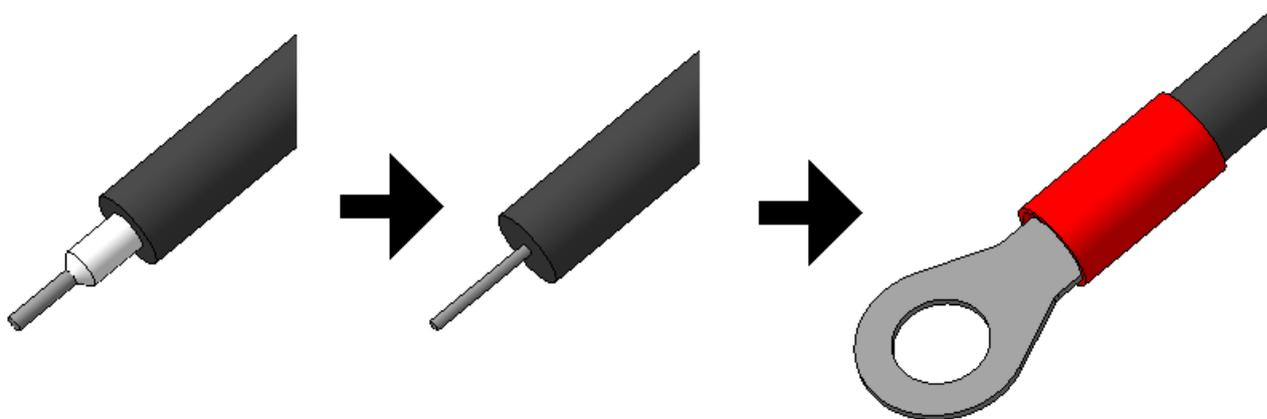

Рисунок 2.5.1 – Замена наконечника высоковольтного провода.
2. Удалить втулочный наконечник с высоковольтного провода, конец провода освободить от изоляции на длину (8 ± 2) мм, припаять наконечник НКИ 7.934.049, изолировав место пайки с помощью термоусадочной трубки (см. рисунок 2.5.1).